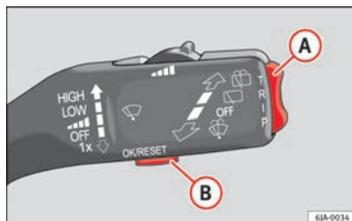

Fig. 35 Leva del tergicristallo: comandi del display
- Il **Menu principale** si attiva mantenendo premuto l'interruttore a bilanciere **(A)** ⇒ fig. 35.
- Se sul display compare qualche avviso confermarlo premendo il tasto ⇒ fig. 35 ⇒ pagina 65 prima di accedere al menu principale.